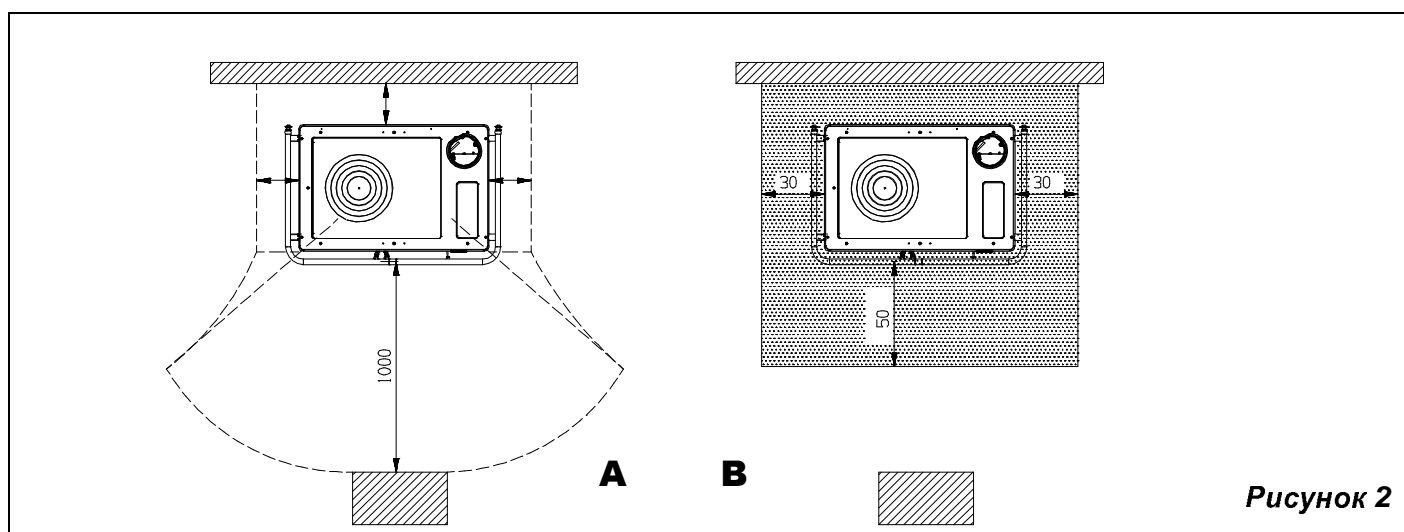

Рисунок 2
- a) Для обеспечения необходимой термоизоляции, соблюдать минимальное безопасное расстояние сзади и по бокам от составных частей конструкции и легковоспламеняющихся объектов (мебель, деревянные покрытия, ткани и т. д.) (Рисунок 2 А). **Все минимальные безопасные расстояния указаны на техническом щитке с номинальными данными изделия и должны быть в точности соблюдены.**
- c) в случае установки печи на легковоспламеняющемся полу, необходимо заранее установить подстилающий слой из огнеупорного материала. **Напольные покрытия из воспламеняющегося материала**, например, ковровое покрытие, паркет, пробковое покрытие и т.д., **должны быть заменены** слоем невоспламеняющегося материала, например, из керамики, камня, стекла, стали и т.д.. (размеры на основе региональных нормативов). Подстилающий слой должен выступать из-под установки минимум на **30 см** по бокам и на **50 см** сверх размаха крышки топки (Рисунок 2 В).